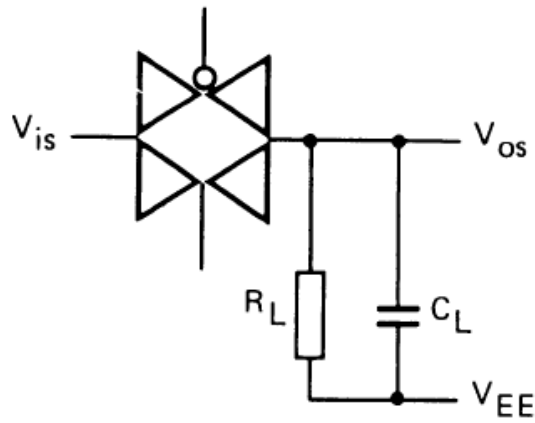

图 4
- $R_L=10K\Omega$; $C_L=15pF$; 通道开; $V_{is}=V_{DD(P-P)}/2$ (正弦波, 在 $V_{DD}/2$ 处对称), $f_{is}=1KHz$; 如图 4 所示
- $R_L=1K\Omega$; $C_L=5pF$; 通道关; $V_{is}=V_{DD(P-P)}/2$ (正弦波, 在 $V_{DD}/2$ 处对称); $20lg(V_{os}/V_{is})=-50dB$; 如图 4 所示
- $R_L=1K\Omega$; $C_L=5pF$; 通道开; $V_{is}=V_{DD(P-P)}/2$ (正弦波, 在 $V_{DD}/2$ 处对称); $20lg(V_{os}/V_{is})=-3dB$; 如图 4 所示